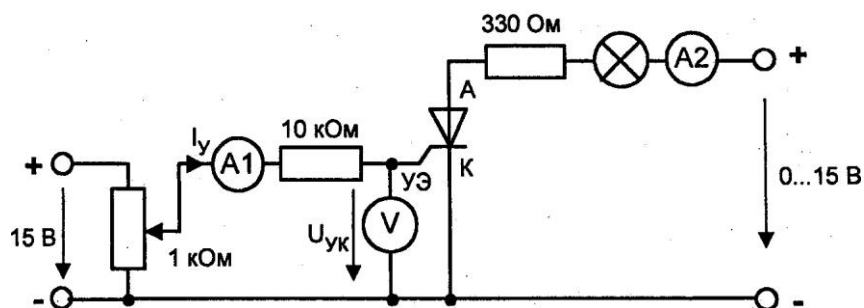

Рис. 7.2.2
- Соберите цепь, как показано на рис. 7.2.2, и подайте на цепь анод/катод максимальное напряжение 15 В, при напряжении управляющий электрод/катод $U_{уК} = 0$ В.
Вопрос 2: Что случится с отпертым тиристором при размыкании выключателя в цепи (рис.7.2.2), если $U_{ук} > U_{отп}$? Если $U_{ук} < U_{отп}$?
Вопрос 3: Как поведет себя тиристор, если к цепи (рис. 7.2.2) вместо постоянного напряжения приложить синусоидальное напряжение при $U_{ук} > U_{отп}$? при $U_{ук} < U_{отп}$?
Вопрос 4: Что произойдет с отпертым тиристором при его кратковременном шунтировании перемычкой в цепи (рис. 7.2.2), если $U_{ук} > U_{отп}$? Если $U_{ук} < U_{отп}$?